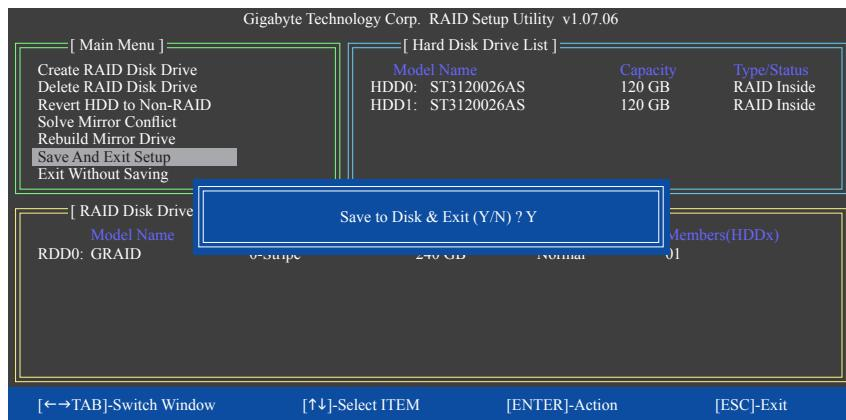

図 10
7. **Save and Exit Setup:** RAID アレイを構成した後、メイン画面で **Save And Exit Setup** 項目を選択し、設定を保存してから RAID BIOS ユーティリティを終了し、<Y> を押します(図 10)。